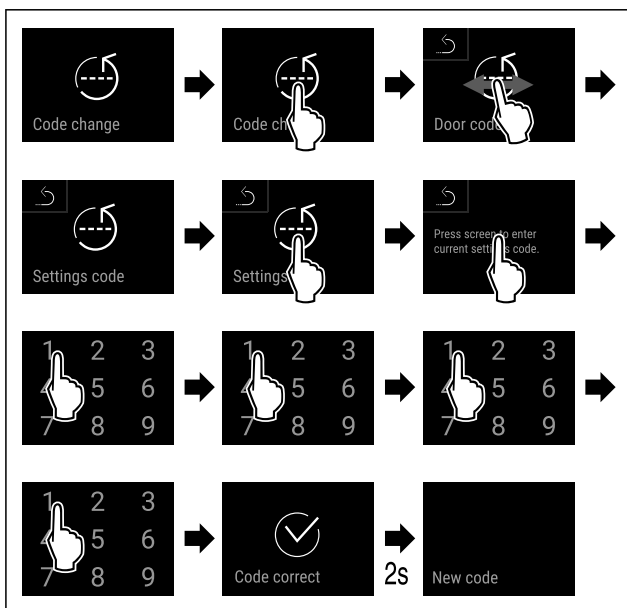

Fig. 94
- ▶ Stappen (zie Fig. 94) uitvoeren.